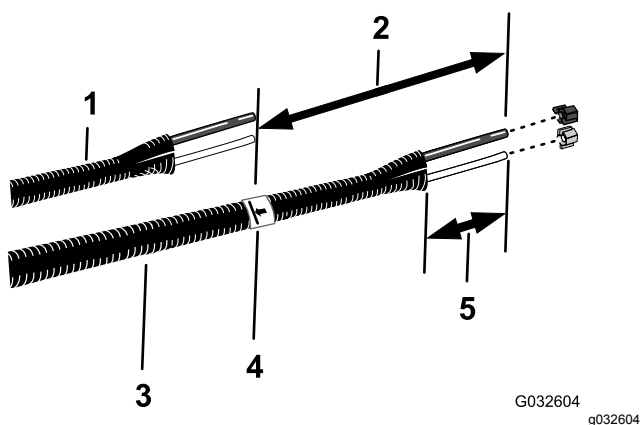

Figura 20
6. Alinhe os tubos de líquido e de ar velhos (Figura 20) com o novo conjunto de tubos (Peça Toro N.º 114–9553).